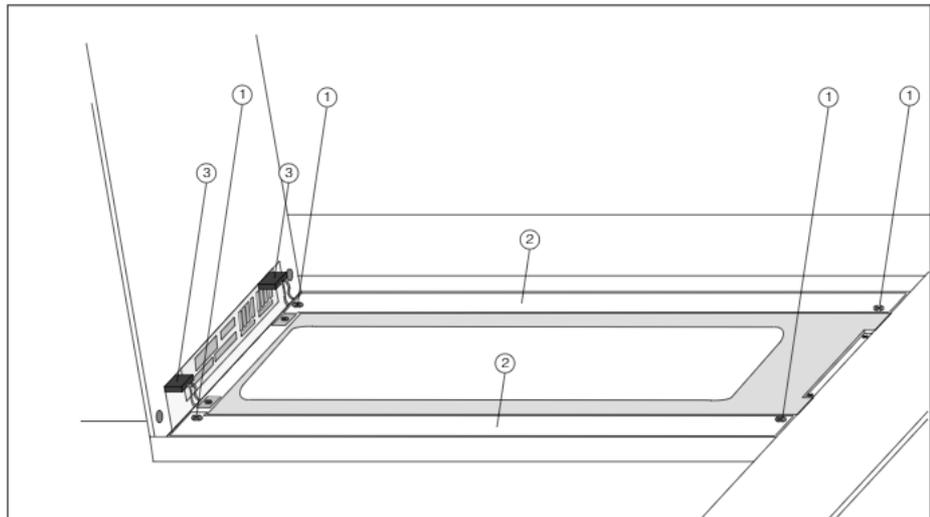

Figura 6-4 Svitare le viti delle coperture dei tubi del display
1. Svitare le viti contrassegnate in figura 6-4 con ①.
2. Togliere le coperture ②.
3. Staccare lo spinotto ③ contrassegnato in figura 6-4.